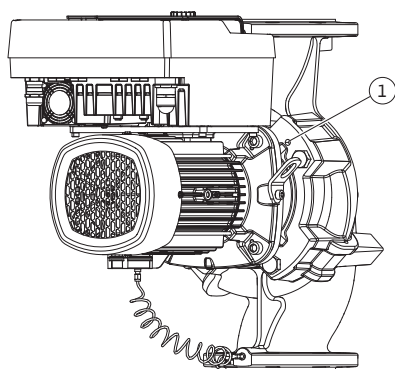

Fig. 12: Отжатие съемного блока через резьбовые отверстия
5. Отжать съемный блок (см. Fig. 4) от корпуса насоса. В зависимости от типа насоса (см. Fig. I ... IV) имеются две различные насадки. Для типа насосов (Fig. III и Fig. IV) открутить винты (поз. 29). Использовать два расположенных рядом резьбовых отверстия (Fig. 12, поз. 1) и подходящие винты, предоставляемые заказчиком (например, M10x25 мм). Для типа насосов (Fig. I и Fig. II) использовать два резьбовых отверстия M10 (Fig. 109). Использовать подходящие винты, предоставляемые заказчиком (например, M10 x 20 мм). Для отжатия также можно использовать шлицы (Fig. 109, поз. 2).